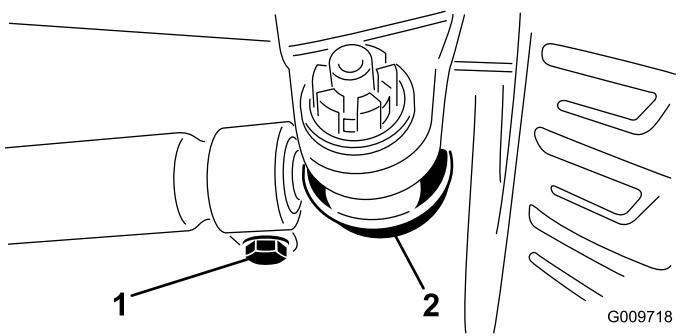

Bild 83
3. Entfernen Sie den Splint und die Mutter von einem der Spurstangen-Kugelgelenke (Bild 83). Entfernen Sie das Spurstangen-Kugelgelenk vom Achsständer.
4. Lockern Sie die Klemmen an beiden Enden der Spurstangen (**Bild 83**).